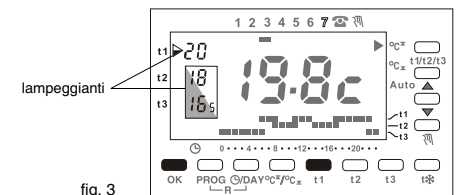

fig. 3
b) Per fissare il solo valore massimo di temperatura: premere il tasto **t1**; sul display si blocca il valore di **t1**, affiancato dall'indice ► lampeggiante (fig. 3).